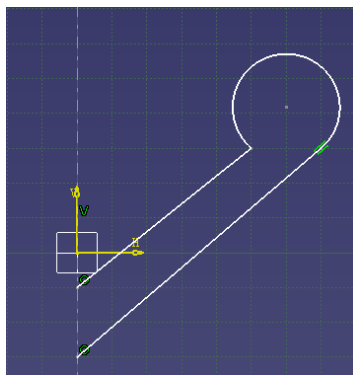

图 3-16
(1) 用 Profile 画中心线和如下图形后（见图 3-16），点击  键。